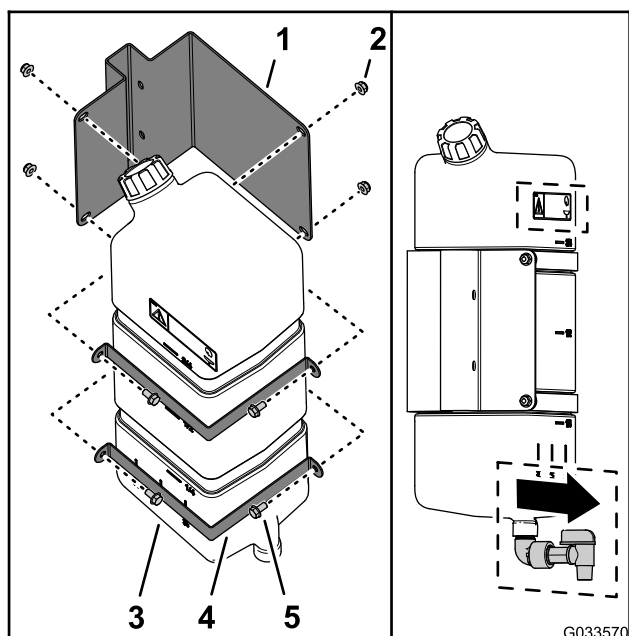

Figura 43
1. Monte o depósito de água limpa na montagem do depósito com as duas correias de montagem, quatro parafusos de cabeça flangeada (5/16 pol. x 5/8 pol.) e quatro porcas flangeadas (5/16 pol.) como se mostra na Figura 43.